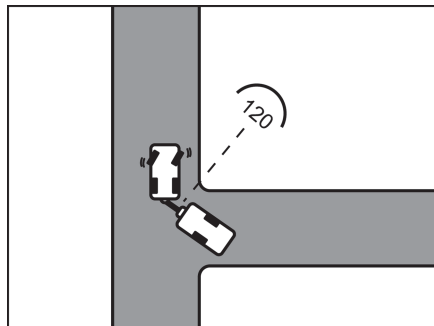

Fig. 10 Manœuvre à effectuer
- Dès que les deux véhicules se trouvent dans un angle de  $120^\circ$  l'un par rapport à l'autre, s'arrêter (Fig. 10).